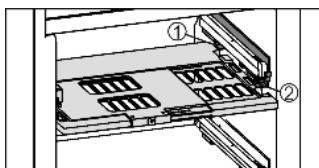

Fig. 7
- ▶ Установка пластины регулировки влажности: попечные ребра крышки на пластине вставить через низ в задний держатель Fig. 7 (1) и защелкнуть спереди на держателе Fig. 7 (2).